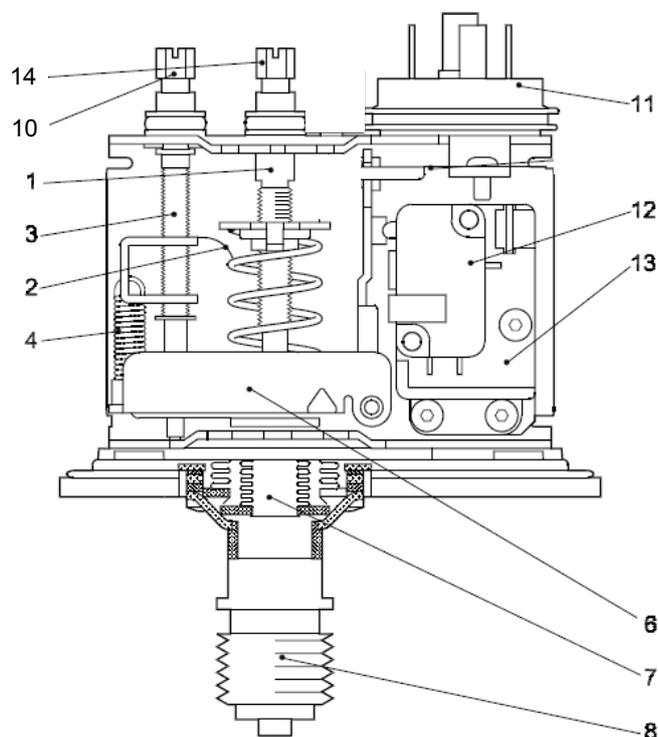

Рис. 6
2.1.4 Схема функционирования (Рис. 6)